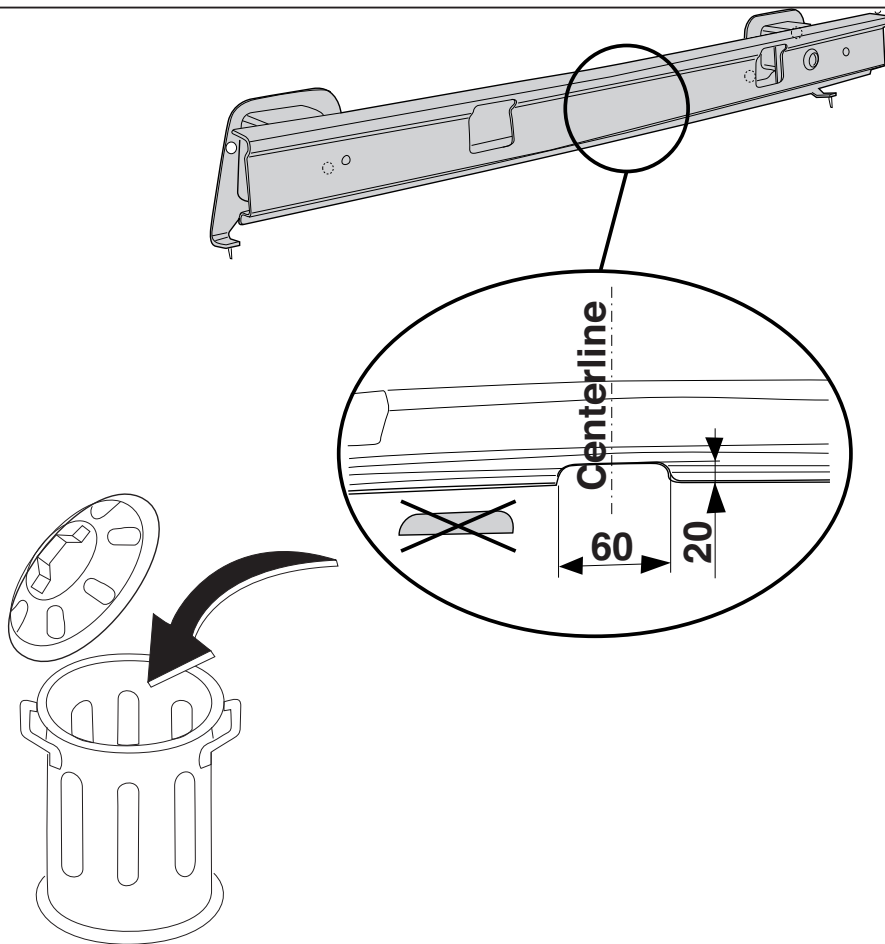

Fig.2
3. Вырезать указанные части из внутренней арматуры бампера, как указано на рис. 2.